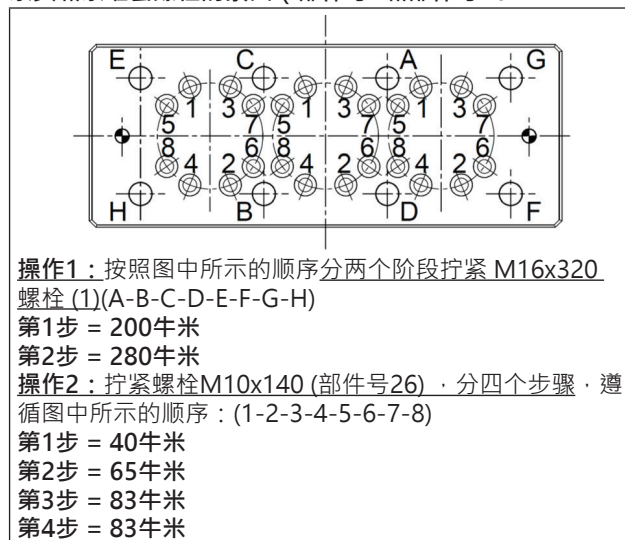

图 133
*** 必须按照图 133中所示的阶段和顺序拧紧泵头固定螺栓。
**** 必须按照图 133中所示的阶段和顺序拧紧缸套固定螺栓。